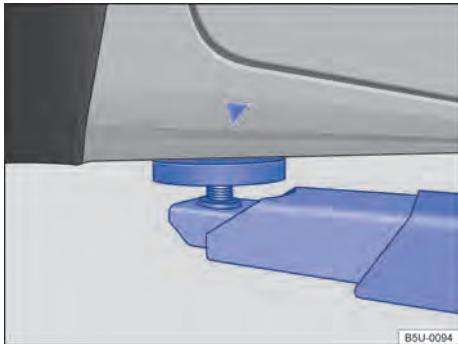
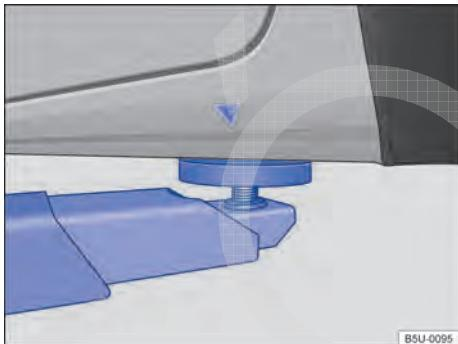

Fig. 176 Pontos de apoio dianteiros para a suspensão com plataforma elevatória ou com macaco.
Fig. 177 Pontos de apoio traseiros para a suspensão com plataforma elevatória ou com macaco.
O veículo deve ser suspenso somente pelos pontos indicados nas figuras → **Fig. 176** e → **Fig. 177**. Se o veículo não for suspenso pelos pontos indicados, podem ocorrer danos no veículo → ① e ferimentos graves → .
- Suspender o veículo somente pelos pontos indicados nas figuras → Fig. 176 e → Fig. 177. Se o veículo não for suspenso pelos pontos indicados, o veículo poderá cair da plataforma elevatória quando, por exemplo, o motor ou a suspensão for desmontado.